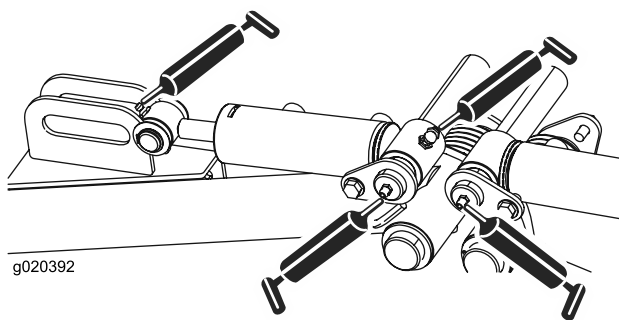

Figura 44
- Perni del braccio di sollevamento posteriore e cilindri di sollevamento (3 cad.) (Figura 44)